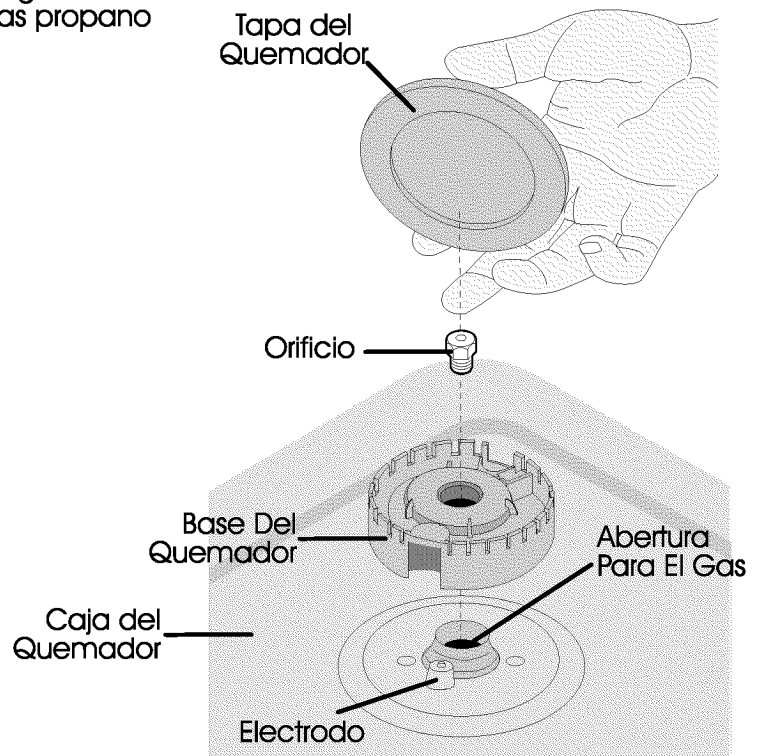

Figura 2
A. Quite las siguientes piezas (vea la figura 2):
B. Instale las siguientes piezas (vea la figura 2):